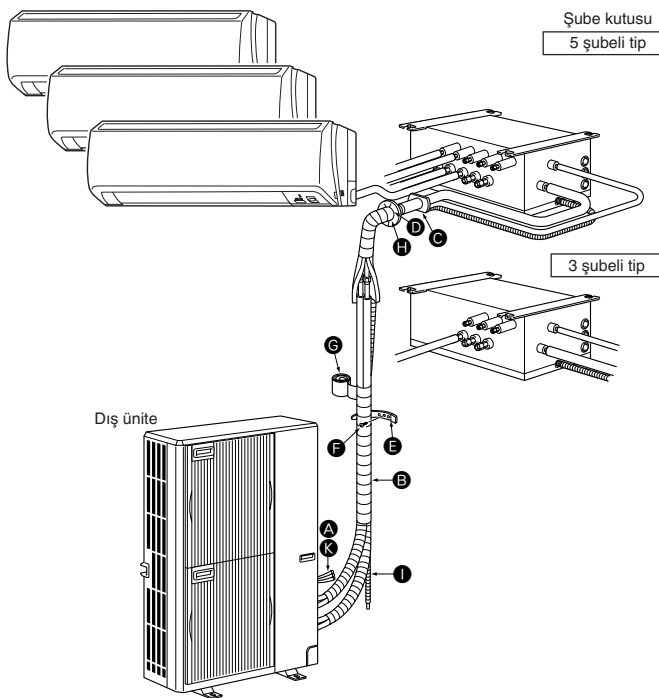

Fig. 2-1
2.1. Montajdan önce (Fig. 2-1)